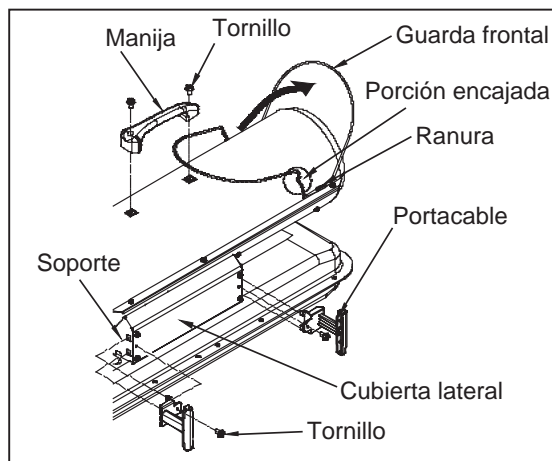

Figura 6. Ensamblaje de la manija y Portacable
- 2) Alinee los agujeros en la carcasa superior con los dos agujeros de montaje en la manija como se ilustra en la Figura 6.
- 4) Inserte el portacable en los agujeros rectangulares del soporte y alinee el agujero del portacable con el agujero de montaje en la cubierta lateral como se ilustra en la figura 6. (Modelo 75TDGP-01 únicamente)